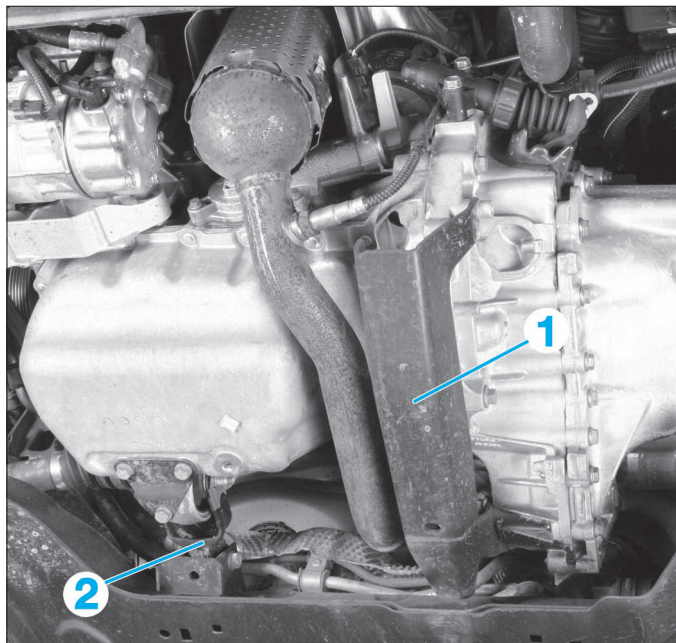

FIG. 38
- le renfort inférieur (1) (Fig.38).